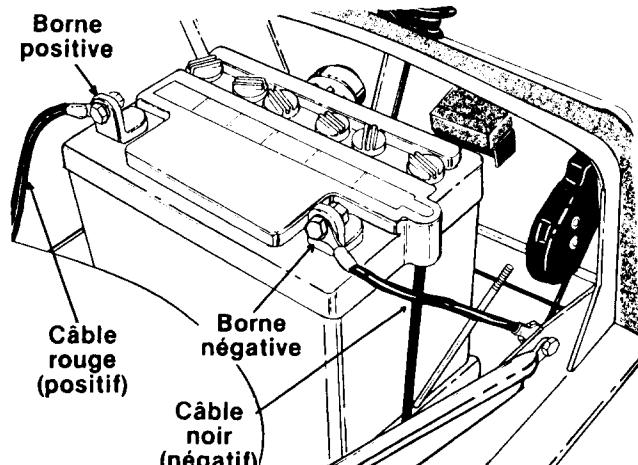
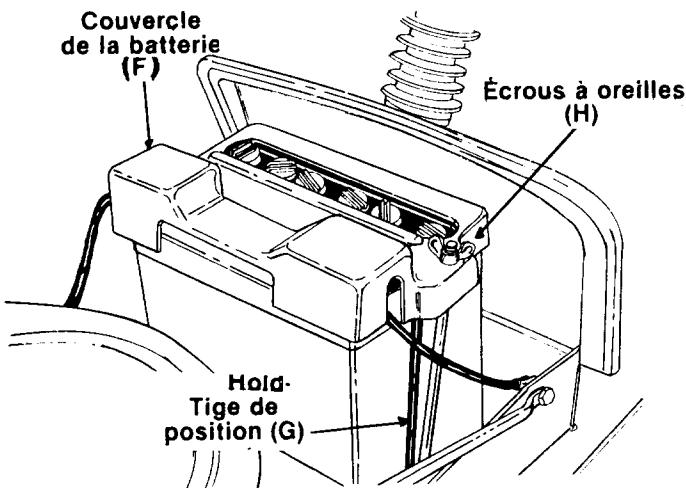

FIGURE 8
FIGURE 9
2. Placez la batterie sur le tracteur pour que la borne positive fasse face au côté droit de la machine. Voir la figure 8.
3. Placez le câble positif (rouge épais) sur la borne positive. Fixez avec un boulon de carrosserie (N), une rondelle-frein (P), et un écrou hex. (O).
4. Placez le câble négatif (noir épais) sur la borne négative. Fixez avec un boulon de carrosserie (N), une rondelle-frein (P), et un écrou hex. (O).
5. Accrochez l'une des tiges de retenue (G) sur le bord du support de la batterie, près de celle-ci. Voir la figure 8. Placez le couvercle de la batterie (F) sur la tige de retenue et maintenez-le avec un écrou à six pans (H). Installez l'autre tige de retenue de l'autre côté du couvercle, de la même façon. Voir la figure 9.